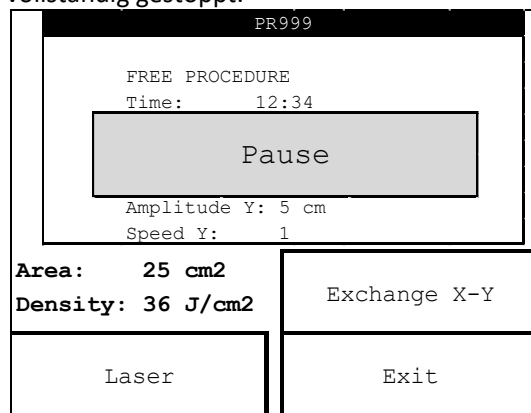

Abb.9
- wenn die STOP-Taste gedrückt wird: der Emissionszyklus geht in den Pausenmodus über (Abb.9):